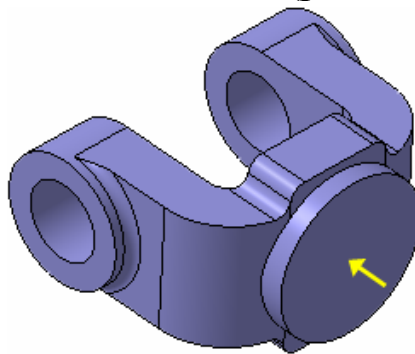

Рисунок 49.
- Нажмите кнопку Создать объект (рис. 49)